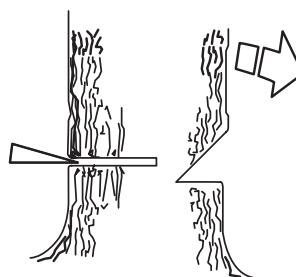

Рисунок 15 — Валочный пропил
- Валочный пропил (см. рис. 15) должен быть расположен примерно на 3–5 см выше нижнего подпила.